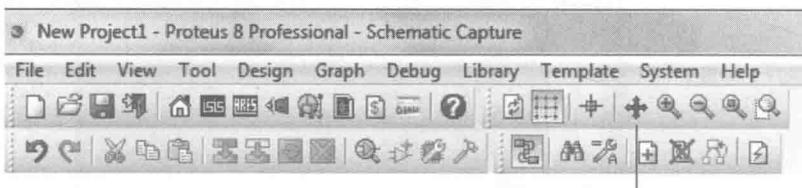

图 1-14 工具栏改变显示中心工具
- ◎ 使用工具栏 Center At Cursor (改变显示中心) 图标改变显示中心，如图 1-14 所示。